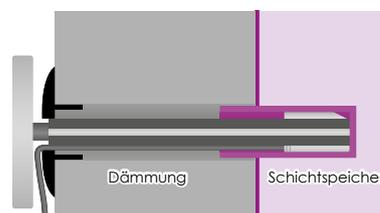

Bild 10: Das Steckmodul ist bis zum Anschlag in die Tauchhülse geschoben.
4. Schieben Sie das Steckmodul bis zum Anschlag in die Tauchhülse (► *Bild 10*).